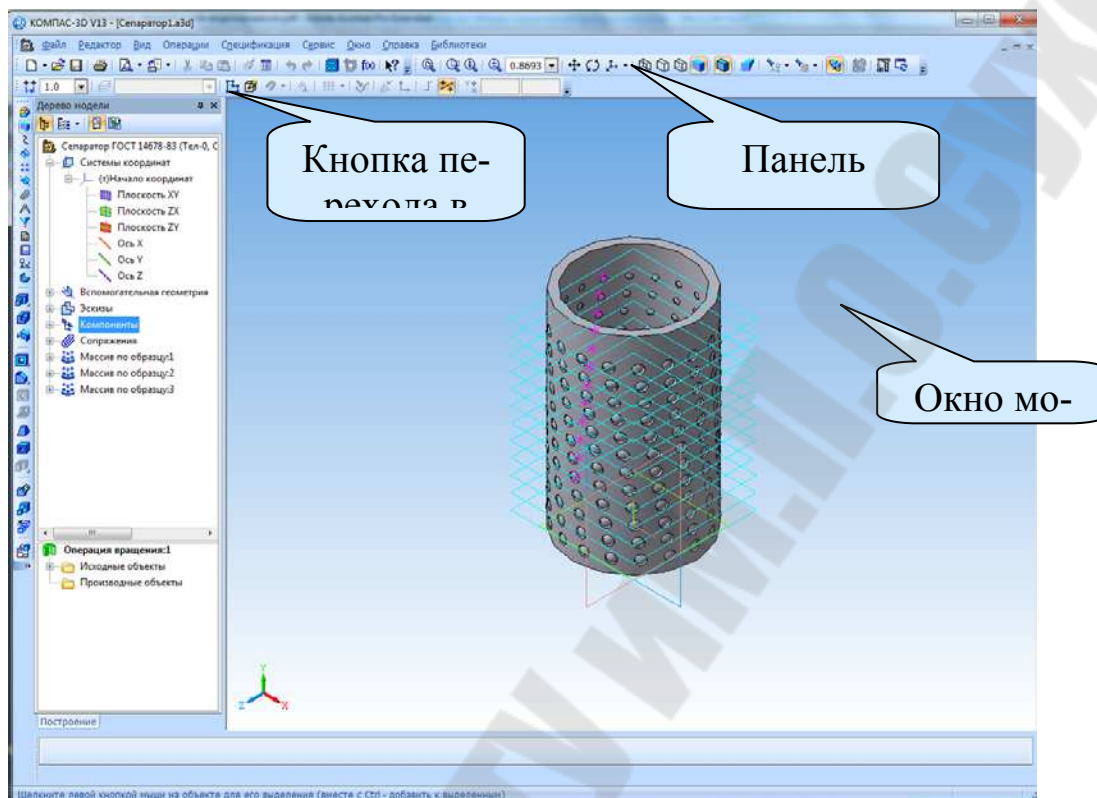

Рисунок 1 – Элементы интерфейса модуля 3D-моделирования КОМПАС-3D
- **Дерево модели** (рисунок 1) – графическое представление набора объектов, составляющих модель. Корневой объект **Дерева** – сама модель (деталь или сборка). Пиктограммы объектов модели автоматически возникают в **Дереве модели** сразу после фиксации этих объектов в модели.